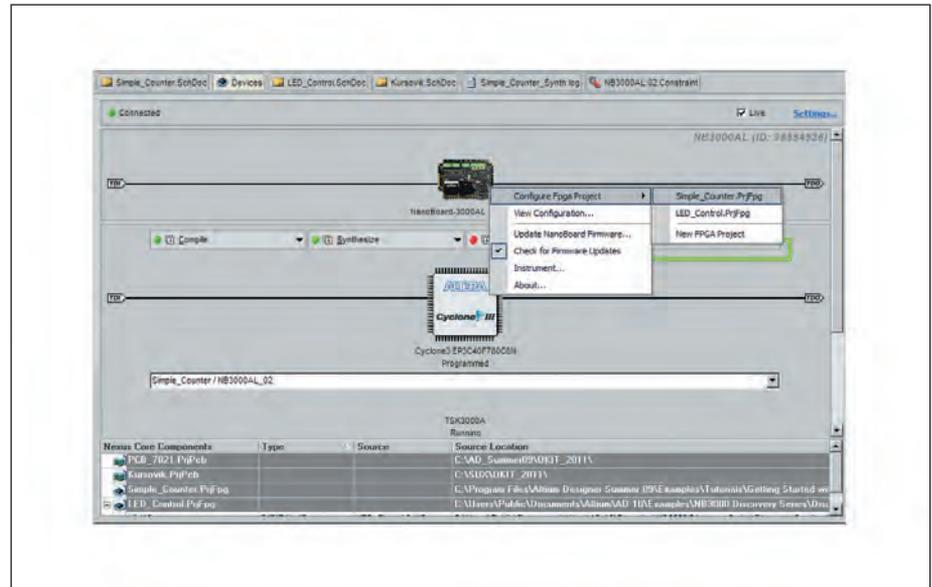

Рис. 2. Панель-оболочка *Devices View*
Для обеспечения доступа должна быть сформирована конфигурация проекта. Это, как уже отмечалось ранее, именованный список файлов привязки (*Constraint files*). Файлы привязки, описывающие ресурсы NanoBoard, как и конфигурация, могут быть сформированы вручную, однако Altium Designer предоставляет возможность упростить данную трудоемкую работу путем автоматического формирования конфигурации. Для этого нужно щелчком правой клавишей мыши на значке *NanoBoard* в панели *Devices View* активировать контекстное меню и указать в нем команду *Configure FPGA Project* (рис. 2). В открывшемся подменю следует выбрать один из списка загруженных проектов или указать команду *New FPGA Project* (*Создать новый FPGA-проект*).
- командой контекстного меню *Configure FPGA Project* (рис. 2) формируем конфигурацию проекта (имя конфигурации – *NB3000AL\_02*). В дерево проекта программа включает файл привязок *NB3000AL\_02.Constraint*;